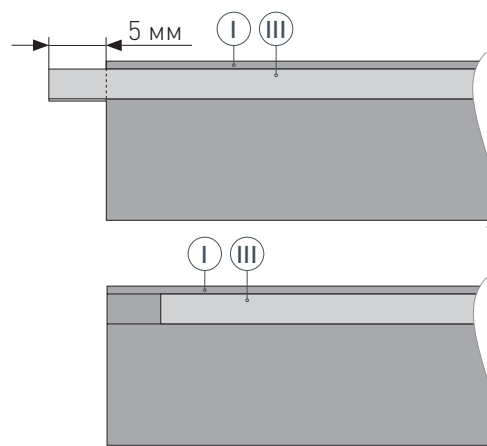

Рис. 3. Резка экрана (III) на профиль (I), вид сверху
- 3** / Обрежьте экран (III) на 5 мм с каждой стороны для последующей установки заглушки. **ВНИМАНИЕ! Чтобы обеспечить чистый и ровный рез экрана без повреждений, рекомендуется использовать при нарезке кусачки.** Установите экран (III) на профиль (I), как показано на рис. 3.